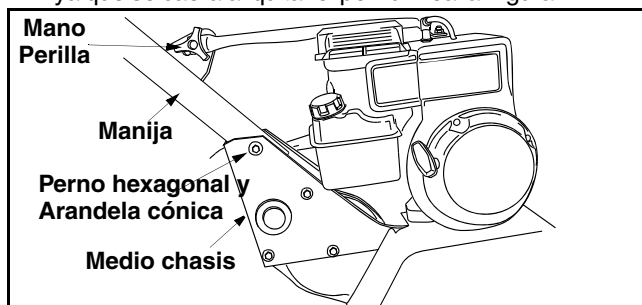

Figura 2
- Retire el perno hexagonal y la arandela cónica de la parte superior derecha de los medio chasis. Sostenga la ménsula de la guía del cable del lado izquierdo del chasis ya que se caerá al quitar el perno. Vea la Figura 2.